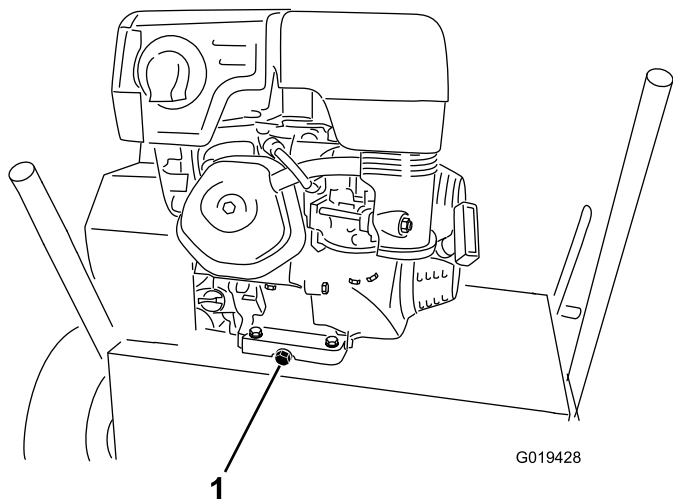

Figure 18
4. Enlevez le bouchon de vidange (Figure 18).